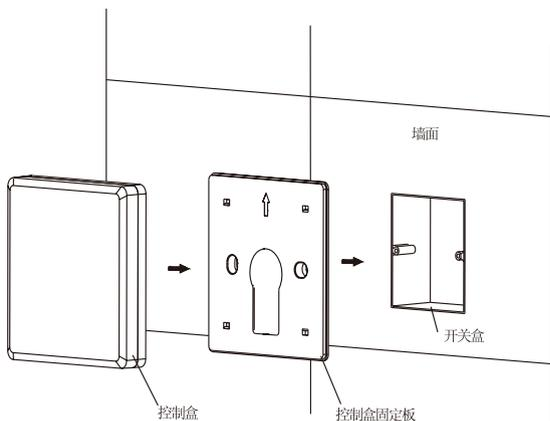

图 13 线控控制盒安装顺序示意图
- ◆ 如用户需要对热水器进行有线遥控方式，需将控制盒固定板用螺钉安装在墙面预先安装好的开关盒（86 安装盒）上，注意固定板上的箭头朝上，如图 13 所示。